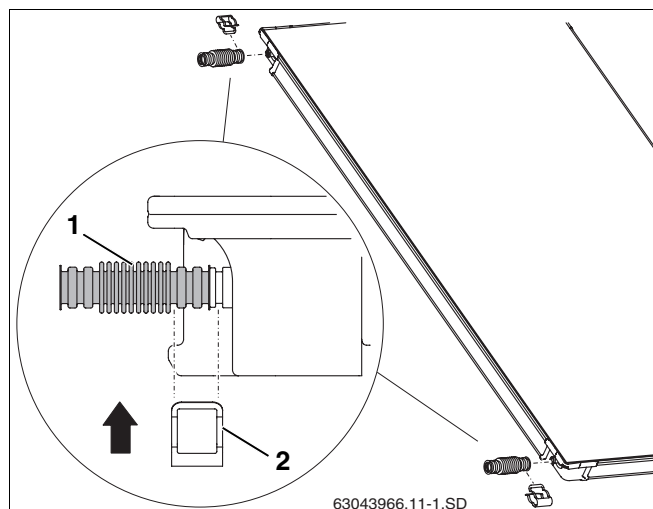

Fig. 25 Montaje de la unión de tubo ondulado al primer colector
- ▶ Monte las uniones de tubo ondulado (fig. 25, **pos. 1**) sobre las conexiones a la izquierda del primer colector.
- ▶ Deslice la abrazadera (fig. 25, **pos. 2**) sobre la unión del tubo ondulado y la conexión del colector para asegurar dicha conexión.